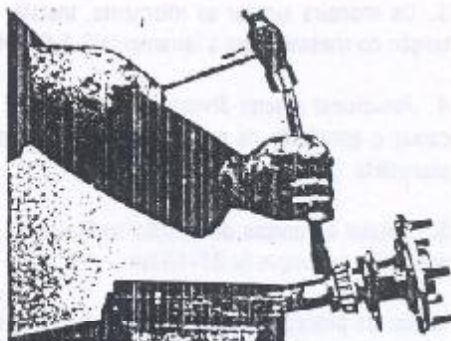

Figura 5.01.4 - Remoção do anel de retenção
4. Posicionar uma talhadeira sobre o furo efetuado e golpear fortemente, de modo a romper o anel de retenção (Figura 5.01.4).